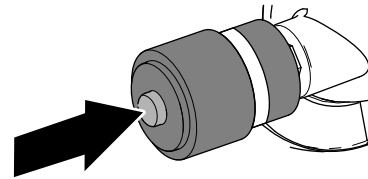

Bild 111
1. Wenn ein roter Streifen in der Wartungsanzeige des Luftfilters sichtbar ist, drücken Sie die Rücksetztaste am Ende der Anzeige (**Bild 111**).